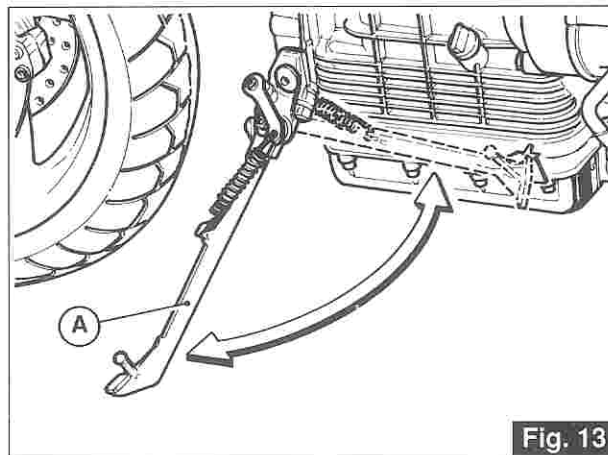

Fig. 13
3.17 BRACCIO LATERALE SOSTEGNO MOTOCICLO («A» di fig. 13)
3.17 MOTORBIKE LATERAL SUPPORTING ARM («A» in fig. 13)